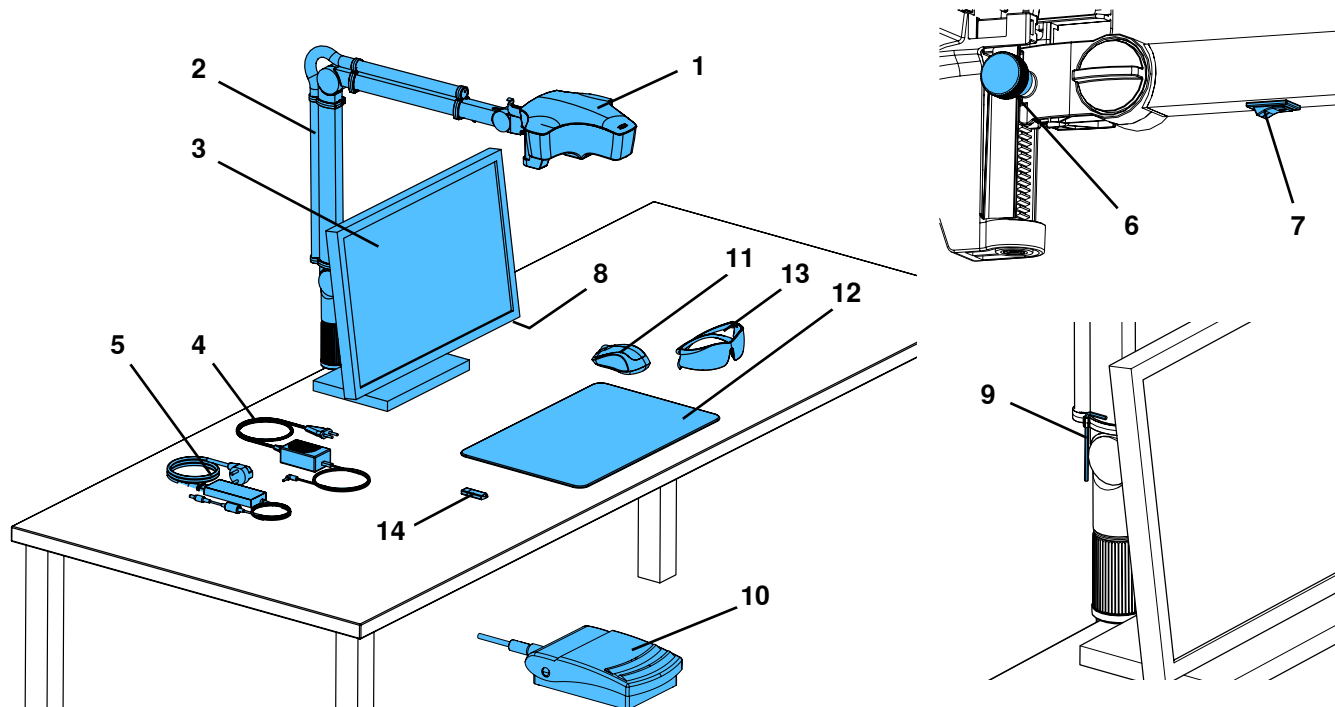

図1
⇒デスクパッド (12, 図1) を作業台の上に置きます。
- ⇒マウス（11、図1）をデスクパッドの隣に置きます。
- ⇒フットスイッチ（10、図1）をテーブルの下に置き、フットスイッチ用ケーブルをフットスイッチに差し込みます。
- 付属のツール（9、図1）を使ってネジ（34）を締めます。
- 付属のツール（9、図1）を使ってネジ（35）を締めます。